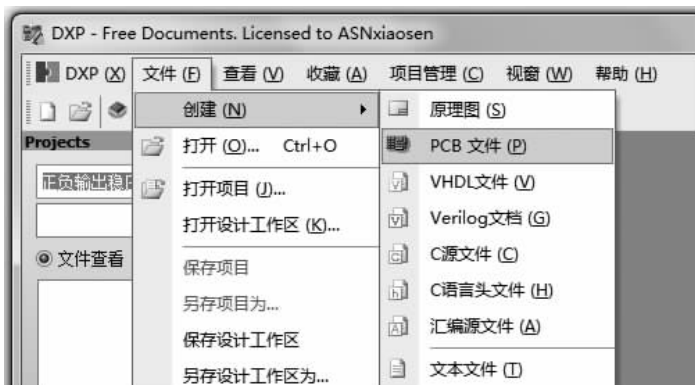
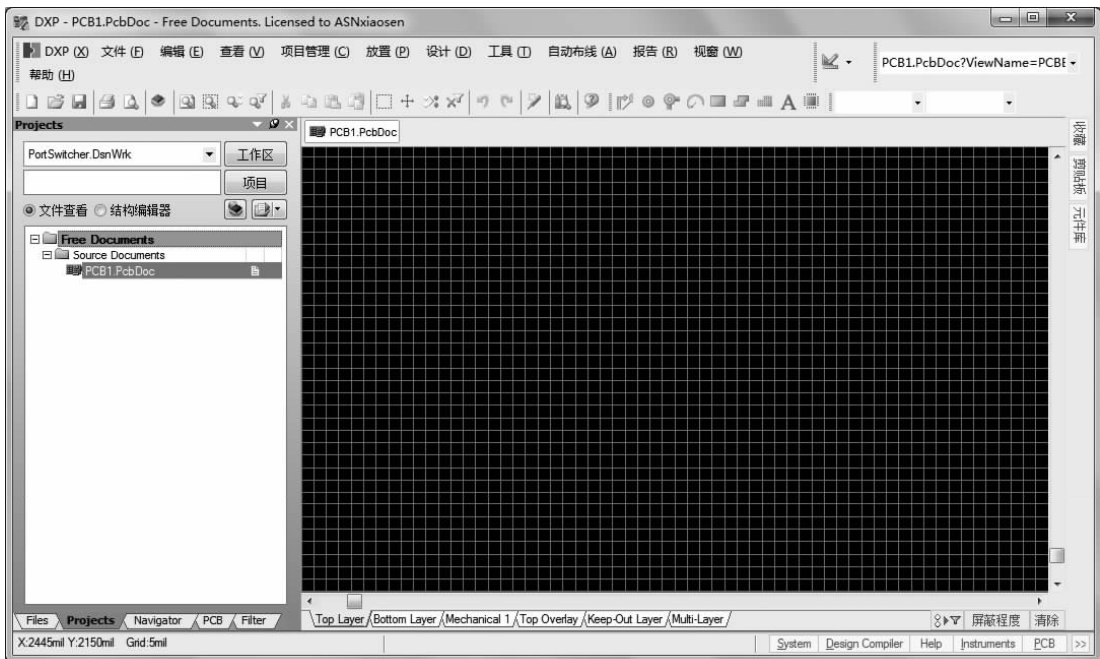

图 5-4 执行新建 PCB 设计文件命令
图 5-5 新建的 PCB 文件
(1)执行“文件”→“创建”→“PCB 文件”命令,如图 5-4 所示,新建一个 PCB 设计文件,名称默认为 PCB1.PcbDoc,如图 5-5 所示。